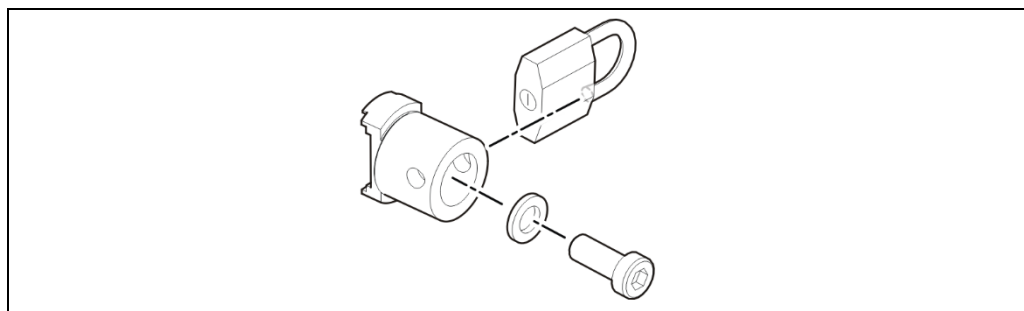

Abb. 9 Sicherungstool Set (Mat.-Nr. 73883)
4. Sichern Sie den Schließzylinder in der neuen Position mittels Transportsicherungsschrauben, oder dem Sicherungstool Set (Abb. 9) und Vorhängeschloss.